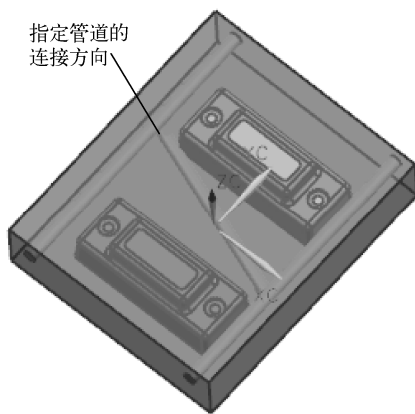

图 9-41 指定方向
(2) 投影距离。在图 9-31 所示的【连接通道】对话框的【矢量】选项组中勾选【投影距离】，可以为连接管道指定一个矢量方向。例如，当两段平行管道间创建连接时，如果垂直连接不能满足要求时，可以指定一矢量作为连接管道的方向，如图 9-41 所示。